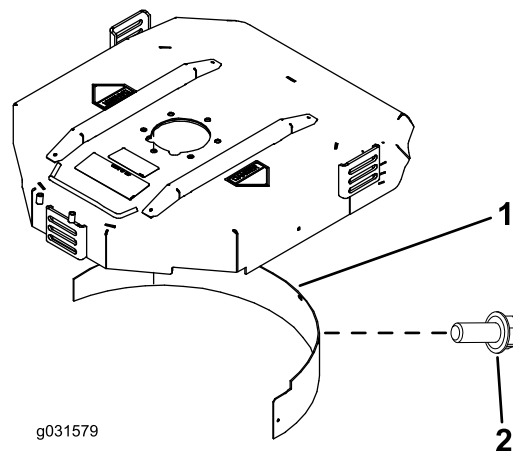

Figura 8
2. Instale o abafador de cobertura (mulch) na abertura traseira e fixe-o com 5 parafusos com cabeça flangeada (Figura 8).